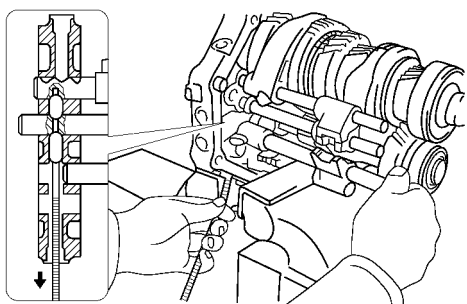

图 10-38 用磁棒将 1 号联锁销装到中间板上
2) 在 2 号联锁销上涂敷多功能润滑剂，将它装入 3 挡换挡叉轴上。再使用磁棒将 1 号联锁销装到中间板上，并穿过倒挡换挡叉、换挡头和中间板安装 3 挡换挡叉，如图 10-38 所示。然后使用尖头冲子和锤子将带槽弹簧销敲入倒挡换挡叉。